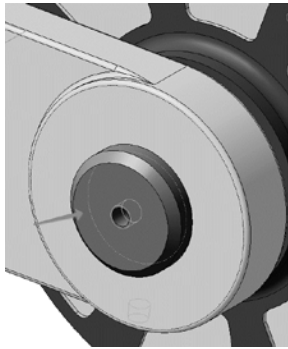

Рис. 120. Выбор сопрягаемой поверхности детали «Ось»
10.4.5 Укажите плоскую грань детали *Ось* (рис. 120).